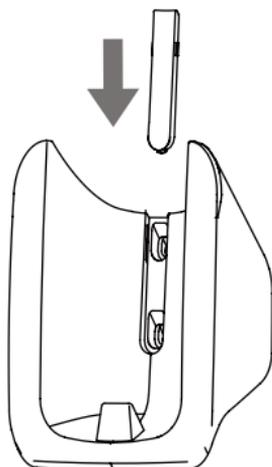

Рисунок 2.4
2) Вставьте заглушку для винтов в держатель поверх винтов (см. Рисунок 2.4);